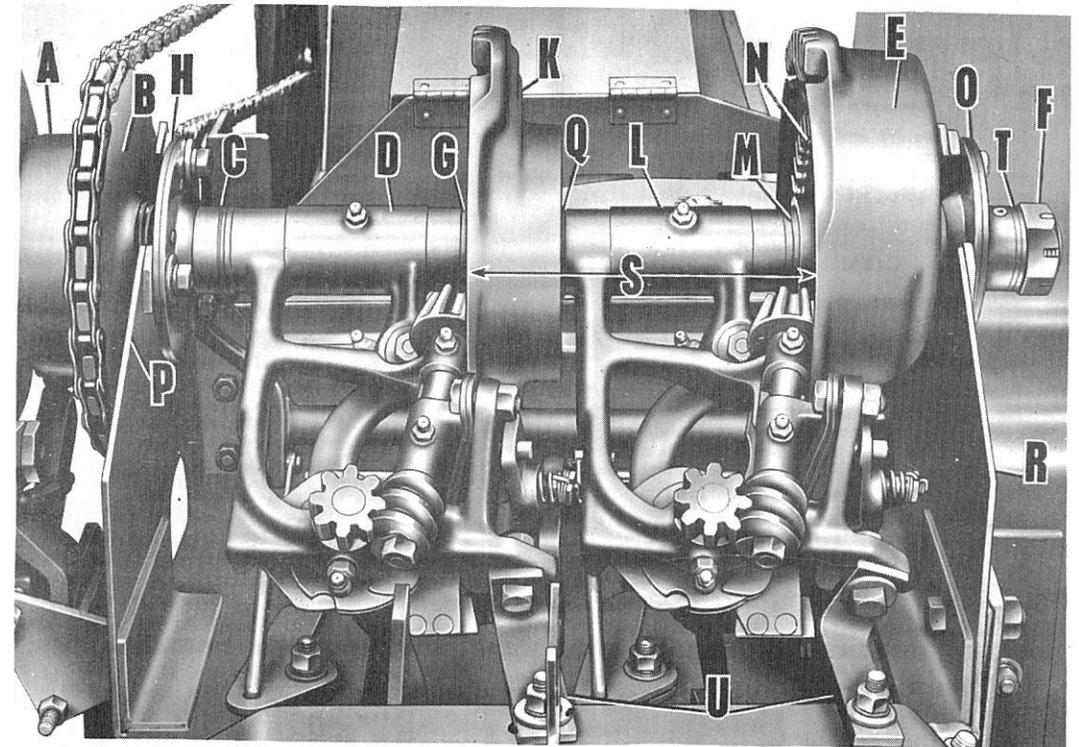

Fig. 42. Re-assemblage des noueurs.
Les noueurs doivent être placés juste assez au-dessus de la presse pour laisser passer les doigts à ficelle et les biellettes et ne pas gêner leur fonctionnement. La hauteur convenable des noueurs est obtenue quand la distance du dessous du disque à ficelle à la paroi supérieure du canal de la presse est de 55,5 mm. Pour augmenter cette hauteur des noueurs, insérer le nombre nécessaire de rondelles sous chacun des supports (U, Fig. 42) en s'assurant que les deux noueurs sont placés à la même hauteur.
4. Placer l'écrou crénelé (F, Fig. 42) à l'extrémité de droite de l'axe des noueurs pour qu'on puisse y introduire la goupille.
5. Ajuster les rondelles-entretoises (T, Fig. 42) puis, palier à flasque de droite (O, Fig. 42) sur l'axe, le flasque vers la droite ou l'extérieur, comme représenté sur la figure. Ne pas serrer les vis sans tête du collet pour le moment.
6. Ajouter une rondelle entretoise de 0,8 mm sur l'axe, (à l'extérieur de la came), puis, monter l'engrenage de la came des noueurs (E, Fig. 42) sur la clavette Woodruff de l'axe.
7. Ajuster le noueur de droite (L, Fig. 42) en ajoutant une ou plusieurs cales (M, Fig. 42) entre le noueur et l'engrenage de came, jusqu'à ce qu'une distance de 0,4 mm environ soit obtenue entre la face de l'engrenage de la came (N, Fig. 42) et la face du pignon du noueur. S'assurer que les roues de la came et du noueur s'engrènent correctement.
8. Ajuster l'engrenage de came de gauche (K, Fig. 42) sur la clavette Woodruff de l'axe en s'assurant que la distance entre les surfaces usinées (S, Fig. 42) est de 165 mm. Noter que la tolérance maximale permise est de 0,4 mm. On obtient cette distance en ajoutant ou retirant des rondelles entretoises entre l'engrenage de came de gauche et le châssis du noueur de droite (Voir Q, Fig. 42).
9. Ajuster le noueur de gauche (D, Fig. 42) en ajoutant une ou plusieurs cales (G, Fig. 42) entre les engrenages de la came et du noueur jusqu'à ce qu'on obtienne un écartement d'environ 0,4 mm entre la face de l'engrenage de came (K, Fig. 42) et la face du pignon du noueur. S'assurer que les roues de la came et du noueur s'engrènent correctement.
10. Enfiler le collet et le palier à flasque de gauche (H, Fig. 42) sur l'axe des noueurs et ajuster les paliers de droite et de gauche sur le côté droit des deux supports d'assemblage (P et R, Fig. 42). On peut alors déterminer le nombre de rondelles à insérer entre le noueur de gauche (D, Fig. 42) et la bride du palier gauche (H, Fig. 42). La bride doit être placée près des rondelles (C, Fig. 42), le palier étant du côté gauche (ou à l'extérieur).
- Ajuster l'ensemble du bras avec le galet dans la came (E, Fig. 42) en s'assurant que le galet peut tourner librement sur son axe; puis remonter les paliers de droite et de gauche sur le côté droit des deux supports d'assemblage (P et R, Fig. 42) et vérifier à nouveau l'écartement entre les aiguilles et les carters des noueurs. Attendre pour resserrer les vis sans tête des brides de paliers.
- Placer le pignon d'entraînement des noueurs (B, Fig. 42) à sa place, à l'extrémité gauche de l'arbre, en ajoutant ou enlevant autant de rondelles qu'il le faut pour que le pignon d'entraînement des noueurs (B, Fig. 42) soit correctement aligné avec le pignon de commande.
- Mettre une rondelle de 0,8 mm sur l'arbre et ajuster fermement l'embrayage des noueurs (A, Fig. 42) en le fixant avec rondelle, écrou crénelé et goupille, en laissant assez d'espace entre le pignon du noueur et l'embrayage pour que ce dernier
- Ajuster les supports des noueurs (U, Fig. 42) sur le bâti de la presse pour fixer dans sa position l'ensemble du mécanisme.
- Relier la tige du porte-aiguilles (H, Fig. 28) au bras des noueurs (G, Fig. 28). Avant d'ajuster la chaîne d'entraînement des noueurs s'assurer que la presse est bien synchronisée (voir les instructions "Synchronisation de la presse"). Après cette vérification, adapter la chaîne des noueurs sur le pignon d'entraînement (B, Fig. 42). Rattacher le brin inférieur de la chaîne après avoir bien tendu le brin supérieur. Tendre la chaîne en positionnant la poulie folle à la demande. Déclencher ensuite les noueurs en faisant tourner le volant de la presse dans le sens inverse d'horloge jusqu'à ce que les aiguilles arrivent au point mort haut et vérifier que leur hauteur et leur écartement sont corrects (Voir page 22). Faire fonctionner la presse à la main en faisant tourner le volant dans le sens inverse d'horloge et déclencher le mécanisme des noueurs pour s'assurer que le ré-assemblage et la retouche de la synchronisation ont été convenablement effectués.